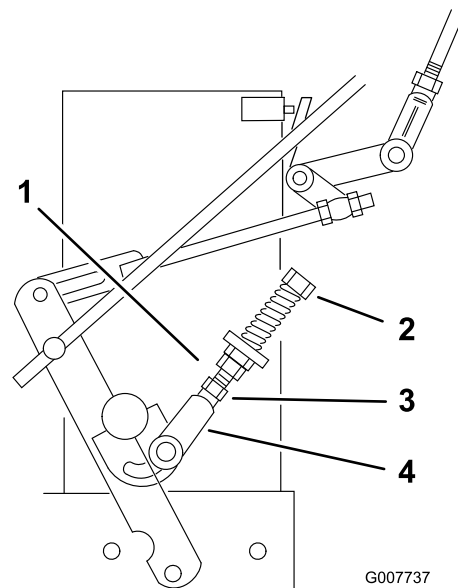

Bild 31
Neutral-Steuergestänge eingestellt werden (Bild 31). Wenn das Rad stoppt, gehen Sie auf Schritt 12.
10. Lösen Sie die Mutter gegen den Neutral-Steuergestängebügel (Bild 31).
11. Stellen Sie das Neutral-Steuergestänge ein, bis sich das entsprechende Antriebsrad nicht mehr dreht, wenn der Antriebshebel gegen die Neutral-Feder (Neutral-Stellung gezogen wird (Bild 31)).
12. Drehen Sie die Einstellschraube um ca. eine Vierteldrehung nach rechts, wenn sich das Rad rückwärts dreht, oder drehen Sie die Schraube um ca. eine Vierteldrehung nach links, wenn sich das Rad vorwärts dreht (Bild 31).